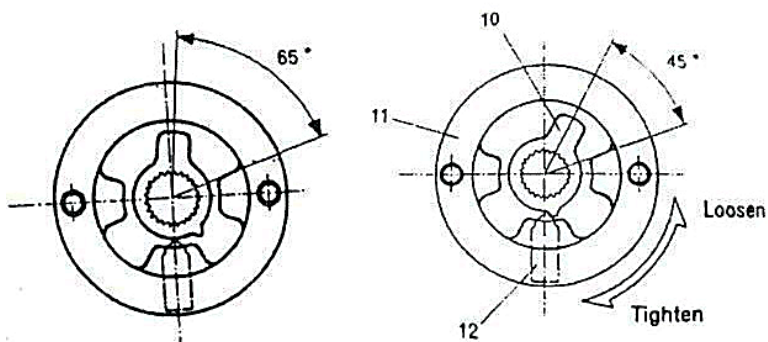

Рис. 10
- Зафиксируйте храповик так, чтобы установочное положение достигло  $65^\circ$ , которое расположено в положении храпового стопора (№ 10), отрегулируйте нужный зазор между сферическим винтом и храповиком (№ 10), позволяющий ему скользить и не выпрыгивать. (см. рисунок 10).
- При повторной сборке лебедки внимательно следите за углом стопора храповика. После того, как храповик будет полностью затянут, установите стопор храповика на вал под углом  $45^\circ$  (см рисунок 10). В случае блокировки, постучите по штоку рукоятки резиновым молотком. Лебедка разбирается на детали, показанные на схеме.